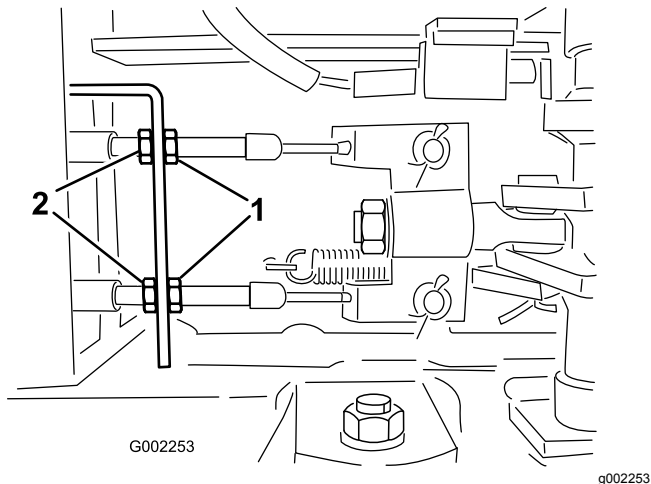

Figure 90
5. Desserrez les écrous de blocage avant sur les câbles de frein, sous l'extrémité avant du pulvérisateur (Figure 90).
6. Serrez les écrous de blocage arrière uniformément jusqu'à ce que la pédale de frein s'enfonce de 1 à 2 cm (0,5 à 1 po) avant que vous sentiez une résistance (Figure 90).